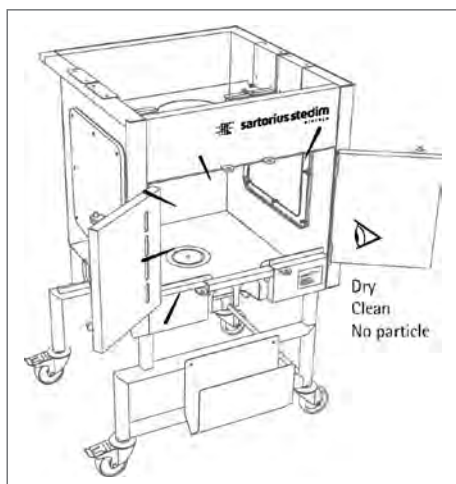

Abbildung 42
1. Bevor der Flexel® Bag for LevMixer® in den Palletank® eingesetzt wird, prüfen Sie bitte, dass die Innenflächen des Palletank® glatt und frei von Partikeln sind, die die Bagoberfläche beschädigen könnten, und dass sie trocken sind (siehe Abb. 42). Spuren von Reinigungsmitteln, die im Palletank® verbleiben, können den Bag beschädigen.